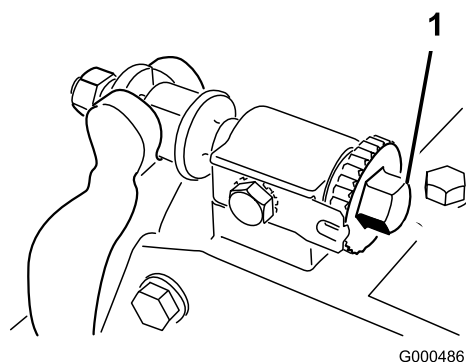

图11
- 将滚刀组放在平整、水平的工作表面上。逆时针旋转底刀架调节螺丝，确保底刀架不与滚刀接触（图11）。